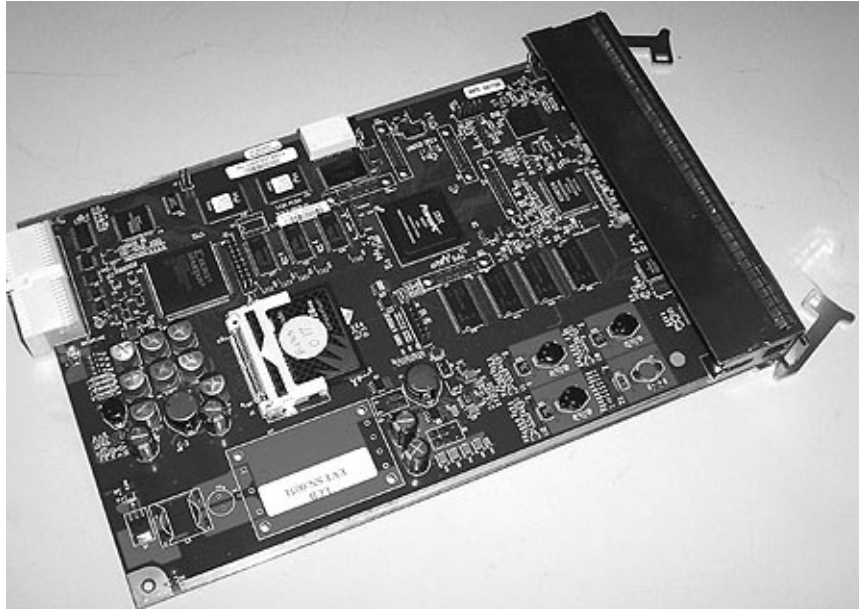

Figura 11-7. Placa de firmware de la unidad LCB
5. Cuando haya extraído la unidad LCB del módulo de control, colóquela con cuidado (Figura 11-7 en la página 11-12) sobre una superficie plana y limpia.
Importante: NO toque ninguno de los componentes de la placa de firmware (vea la Figura 11-7). Sujete la placa de firmware por la cubierta metálica y sujétela únicamente por la placa metálica con toma de tierra.